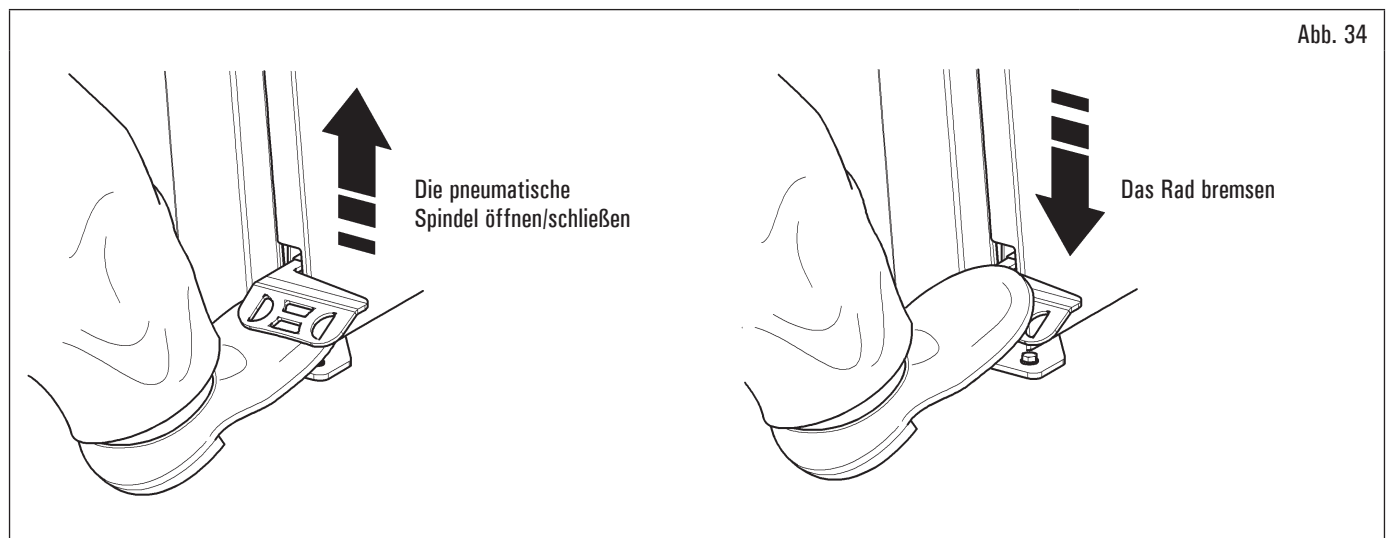

Abb. 34
1. Wenn die pneumatische Spindel geschlossen ist, öffnen Sie es durch Anheben des Pedals, siehe Abb. 34;